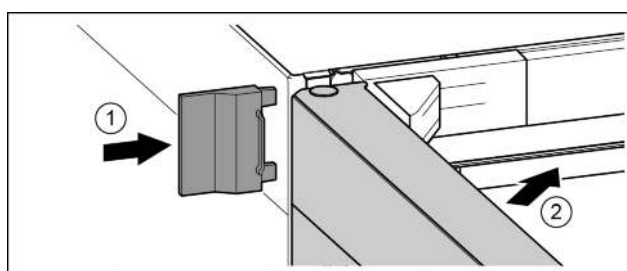

Fig. 23
- Надвинуть внешнюю крышку. Fig. 23 (1)
- Закрывать верхнюю дверь. Fig. 23 (2)